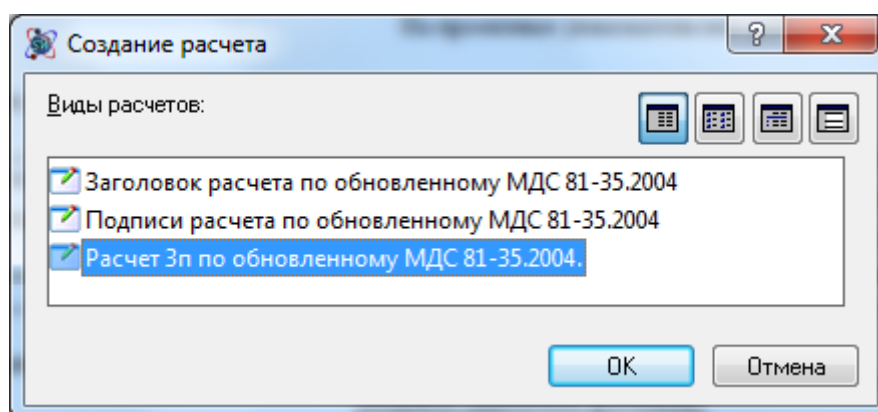

Рис. 2.5 Диалоговое окно Создание расчета
3. В открывшемся диалоговом окне *Создание расчета* (рис. 2.5) выбрать Расчет 3п и нажать на кнопку ОК.